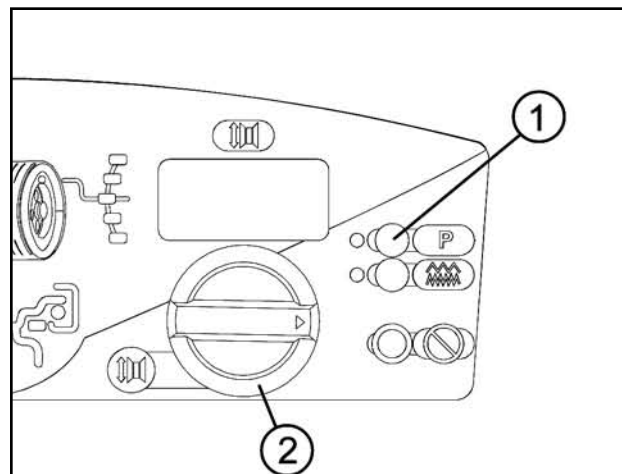

Figure 32
1. Activer l'étalonnage. Appuyer sur la touche P et la maintenir enfoncée (n° 1, fig. 32) en tournant le bouton de commande diamètre/fonction (n° 2, fig. 32) jusqu'à ce que « P 14 » s'affiche.